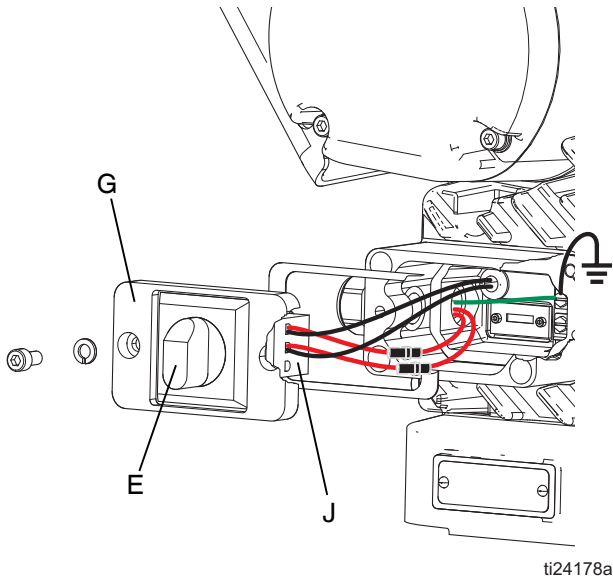

图 5：接地线
- 6. 在空间允许的情况下，将风扇导线及其他电源线放在隔断块 (J) 两侧的开放区域。重新安装接线盒盖。参见图 5。